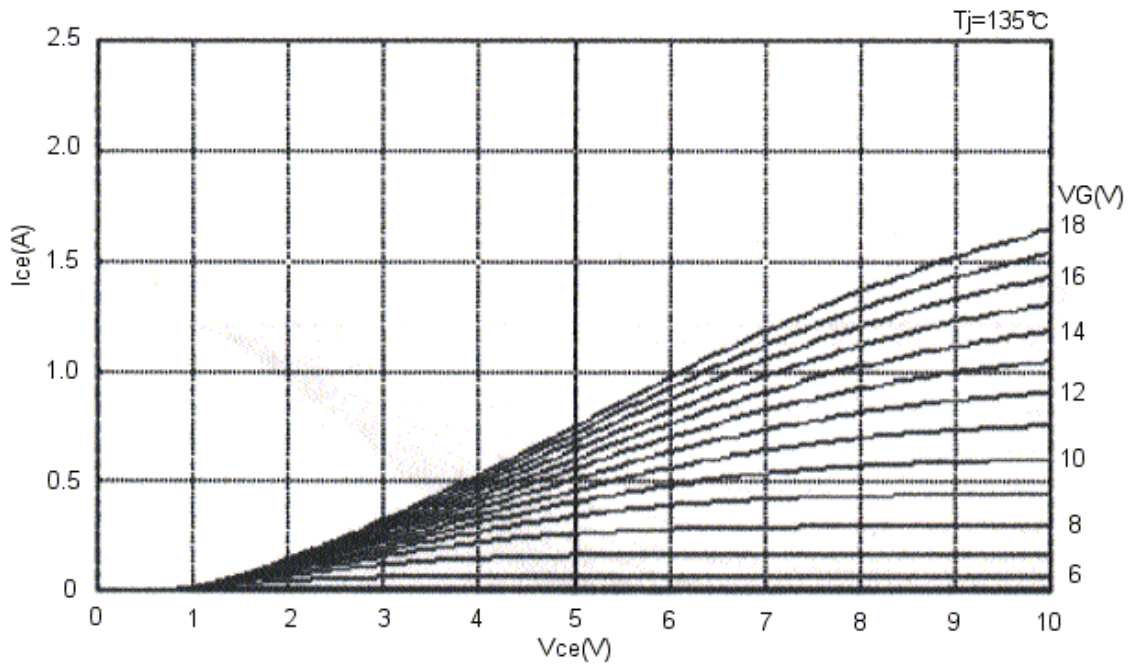
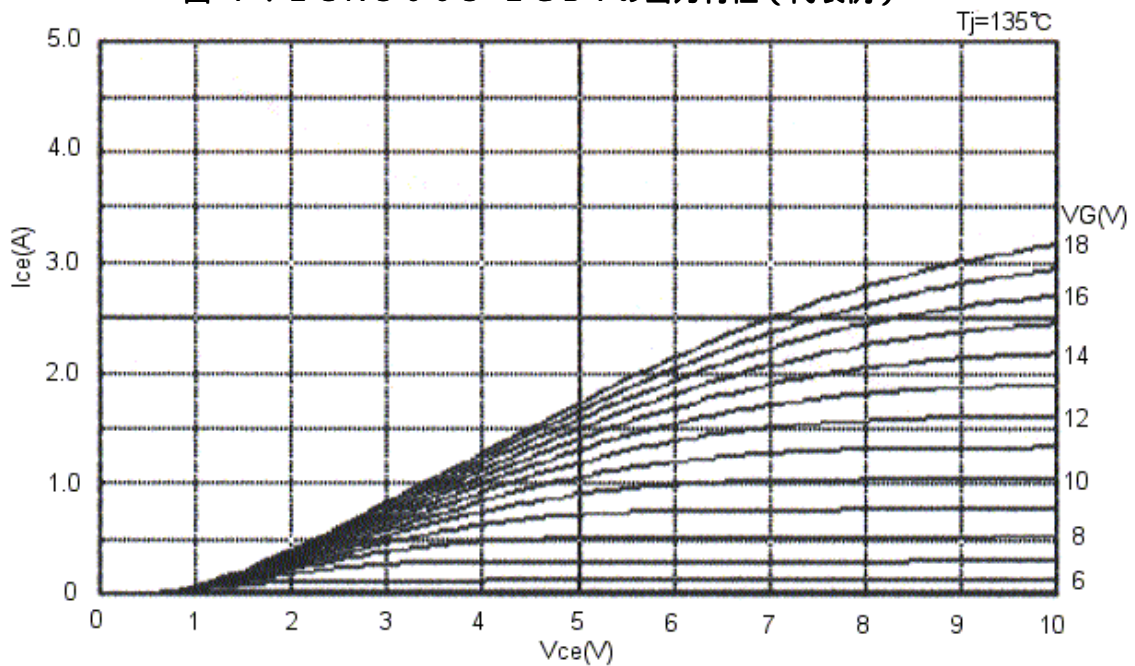

図 7 . ECN3063 IGBT の出力特性 (代表例)
図 8 . ECN3064 IGBT の出力特性 (代表例)
(7) VS1, VS2端子
(8) C+, C-, CL 端子
- ・チャージポンプ回路は内部クロック(周波数は発振回路で設定)によって動作します。図7で簡単に動作を説明します。SW1, SW2 は内部クロックに同期して交互にON/OFF 動作を繰り返します。CL 電位が0Vの時(SW1:OFF, SW2:ON)、 V_{CC} からD1を通して、C1コンデンサに電荷を蓄えます(経路)。次にSW1:ON、SW2:OFFにより、CL電位が V_S 電位に持ち上がることによって、C1コンデンサに蓄えられた電荷は、D2を通してC2コンデンサに汲み上げられます(経路)。この動作を内部クロック周波数で繰り返し、C2コンデンサに電荷を充電させて上アーム電源を生成します。この上アーム電源(C2)からC+端子を介して、上アーム駆動回路に電力が供給されます(経路)。
(1) 電源シーケンス
- ・ 電源シーケンスにおいて、 I C 破壊の危険性にある状態は、出力 I G B T の電流能力低下にあります。出力 I G B T のオンオフは、ゲート電圧によって制御されます。ゲート電圧は、下アーム I G B T の場合 V c c 電圧 (V C C - G L 間) が、上アームの場合 C + の電圧 (C + - M U , C + - M V , C + - M W 間) が与えられます。図 7 に E C N 3 0 6 3 の、図 8 に E C N 3 0 6 4 の、 I G B T の電圧 - 電流特性を示します。 V G はゲート電圧です。